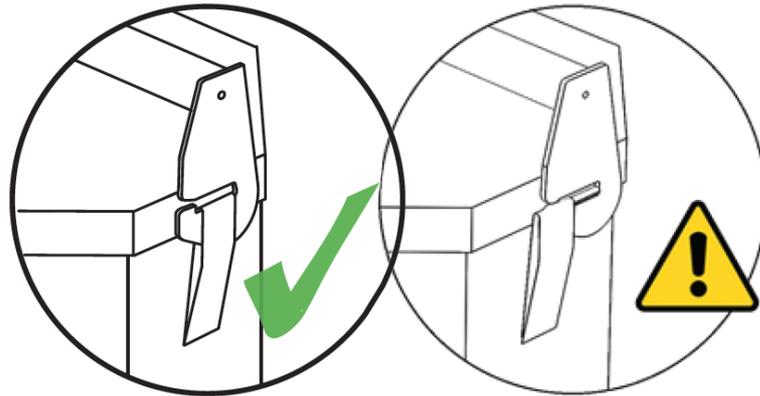
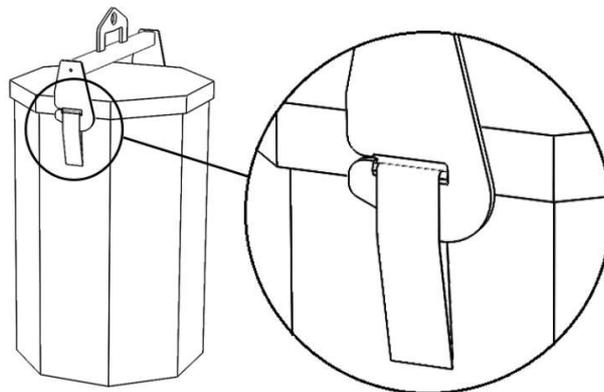

Abb. 1
Abb. 2
- Ist die Position der Hebetraverse beim Anheben nicht korrekt auf die Hebeschlaufen ausgerichtet, kann es zu einem unbeabsichtigten Aushaken kommen. Abb. 1
4. Die Last muss wie in Abb. 2 dargestellt in die Hebetaverse eingehängt werden.
5. Stellen Sie sicher, dass die Hebeschlaufen auf beiden Seiten vollständig in den Hebegabeln eingehakt liegen und beim Anheben des ESAB MARATHON PAC™ darin verbleiben. Abb. 2 zeigt die korrekte und Abb. 1 die falsche Vorgehensweise.